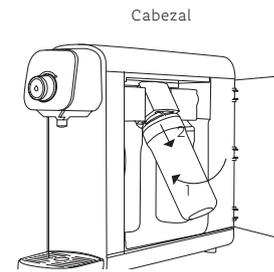

Figura 24.
- 4b. Una vez realizada esta acción, únicamente gira el Cartucho correspondiente hacia la izquierda y retíralo de su cabezal (ver Figura 24).